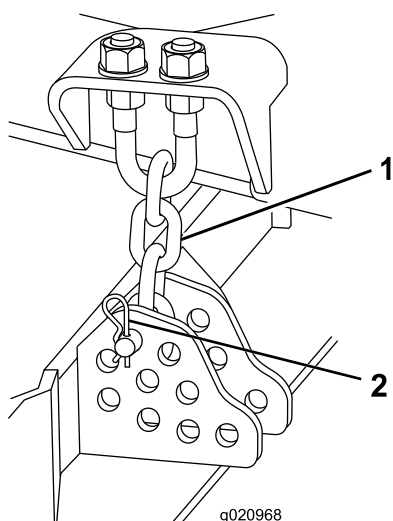

Figure 18
- Enlevez la goupille fendue et l'axe de chape qui fixent les chaînes de hauteur de coupe à l'arrière du plateau (Figure 18).